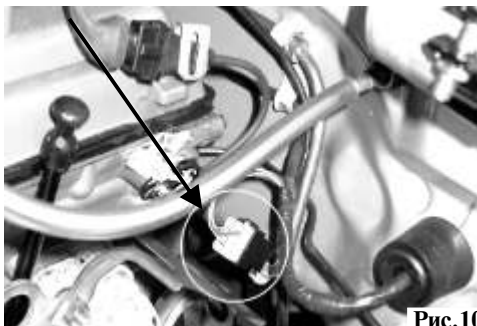

Рис.10
Колодка датчика скорости для а/м ГАЗ расположена здесь, рядом с отверстием для прокладки кабеля, около рулевой колонки, рис. 10.
**ГАЗ** - рядом с отверстием для прокладки кабеля, около рулевой колонки, см. рис.10.